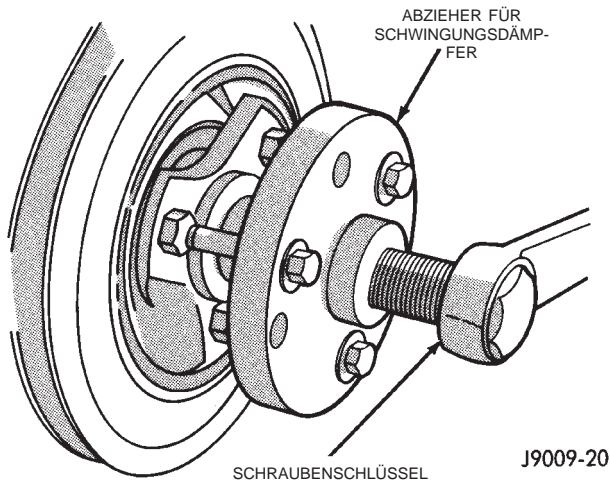

Abb. 39 Spezialwerkzeug 7697-Abzieher für Schwingungsdämpfer
(3) Halteschraube des Schwingungsdämpfers herausdrehen und zusammen mit der Unterlegscheibe entfernen.
(4) Abzieher 7697 zum Trennen des Schwingungsdämpfers von der Kurbelwelle verwenden (Abb. 39).